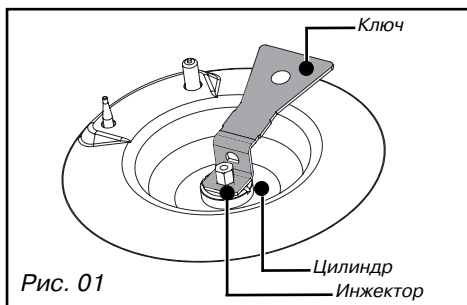

Рис. 01
- Открутите с помощью ключа, поставляемого в комплекте с прибором, инжекторы, расположенные в глубине каждого цилиндра и уберите их (рис. 01).